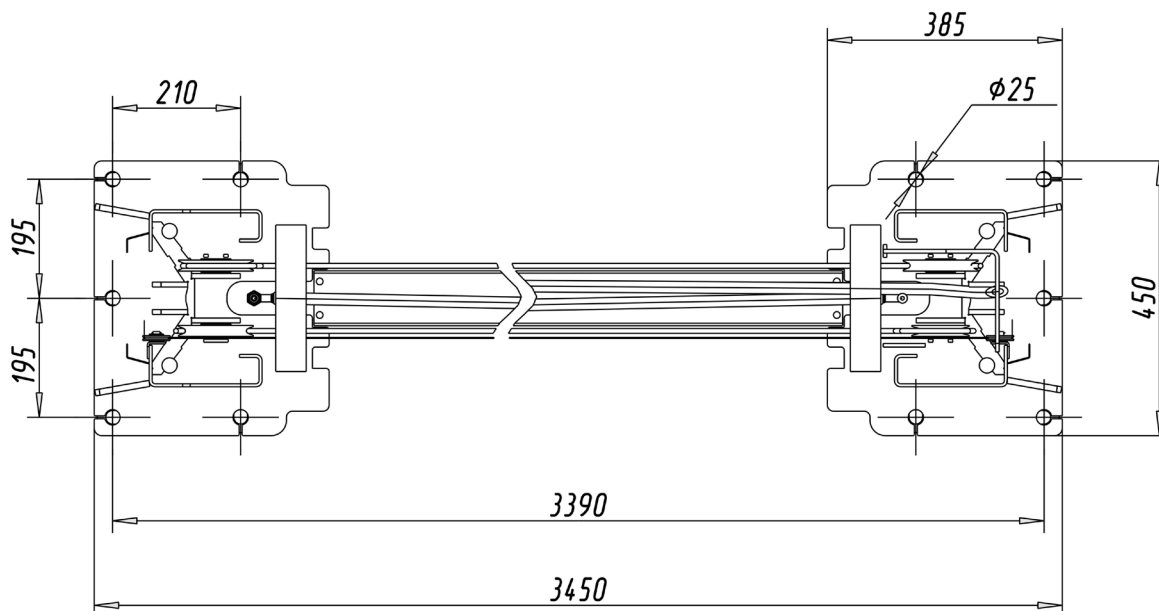

Рисунок 6.1 - Схема оборудования фундамента для крепления подъемника
6.3 На готовый фундамент (Рисунок 6.1) установить стойки. Отклонение стоек от вертикали не должно превышать 5 мм. Регулировку производить подкладками под основания стоек, с последующей заливкой зазоров